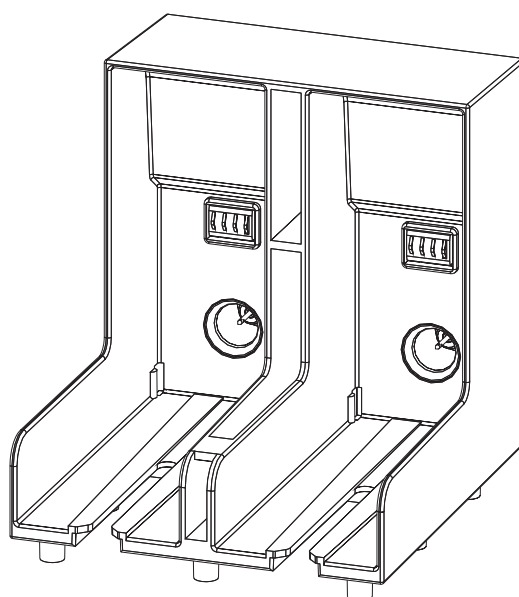

Figure 6-3: Intervalle support cartouche
- 5 Insérez la cartouche d'encre dans le compartiment pour la cartouche d'encre en alignant la touche de la cartouche avec le bon intervalle de support (Figure 6-3 à la page 6-5).